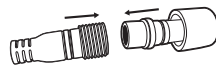

Figura -8
- Ligue o conector de 3 pinos do dissipador à caixa de controle conforme indicado na figura 8. Certifique-se de que a cobertura de plástico está encaixada firmemente.